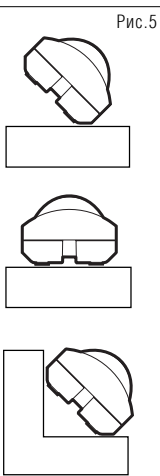

Рис.5
- выбрать одно из трех положений установки (Рис. 5);